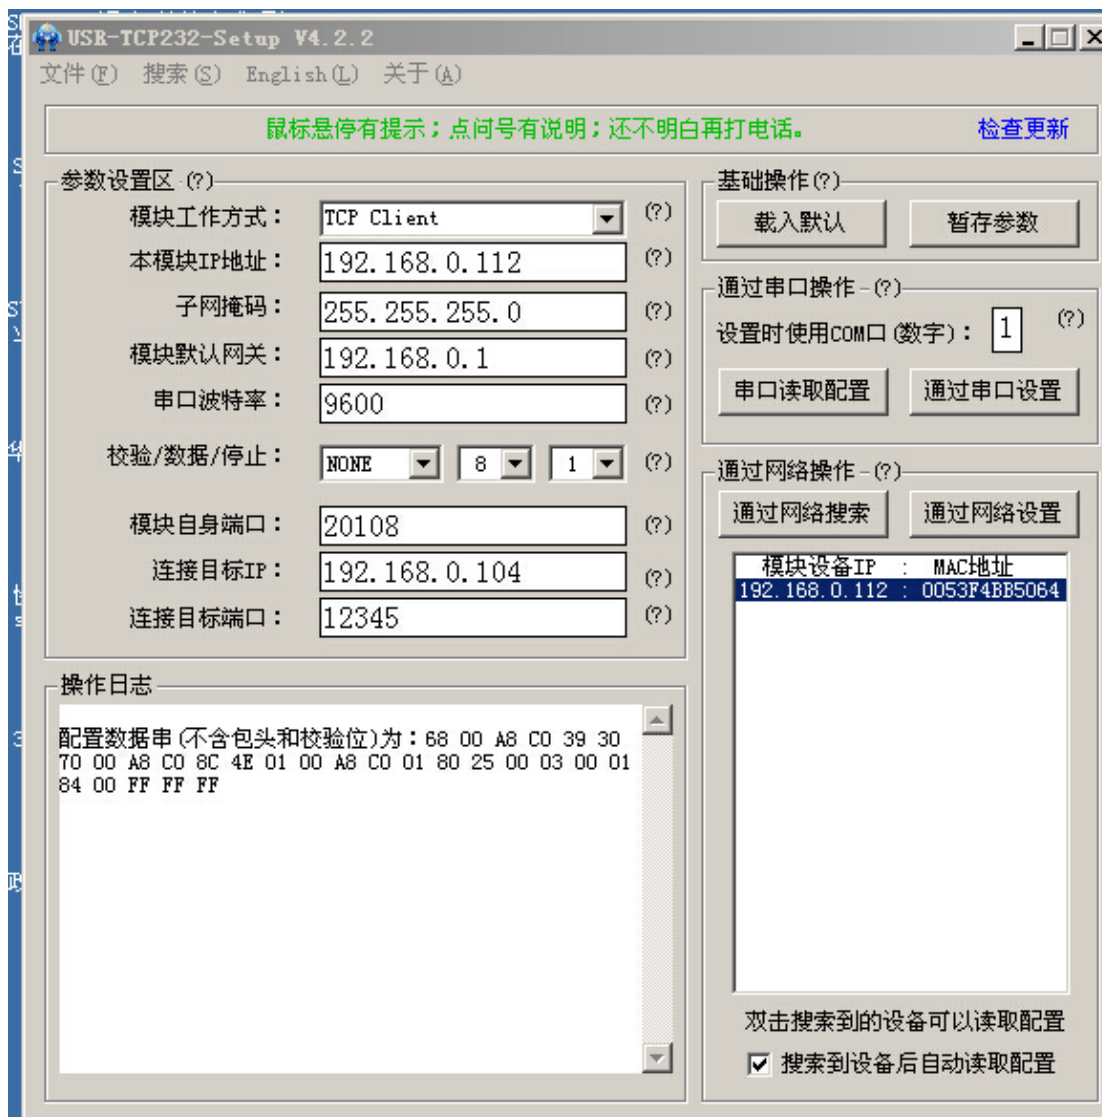

图 10
2. 点击通过网络搜索（相对于读取参数）按钮，会在通过网络搜索下面看模块设备的 IP 地址（出厂的 IP 地址）和 MAC 地址，以及操作日志的变化。**注意：**以下参数设置区中的参数只供参考，需根据客户实际参数为准（如图 10 所示）。